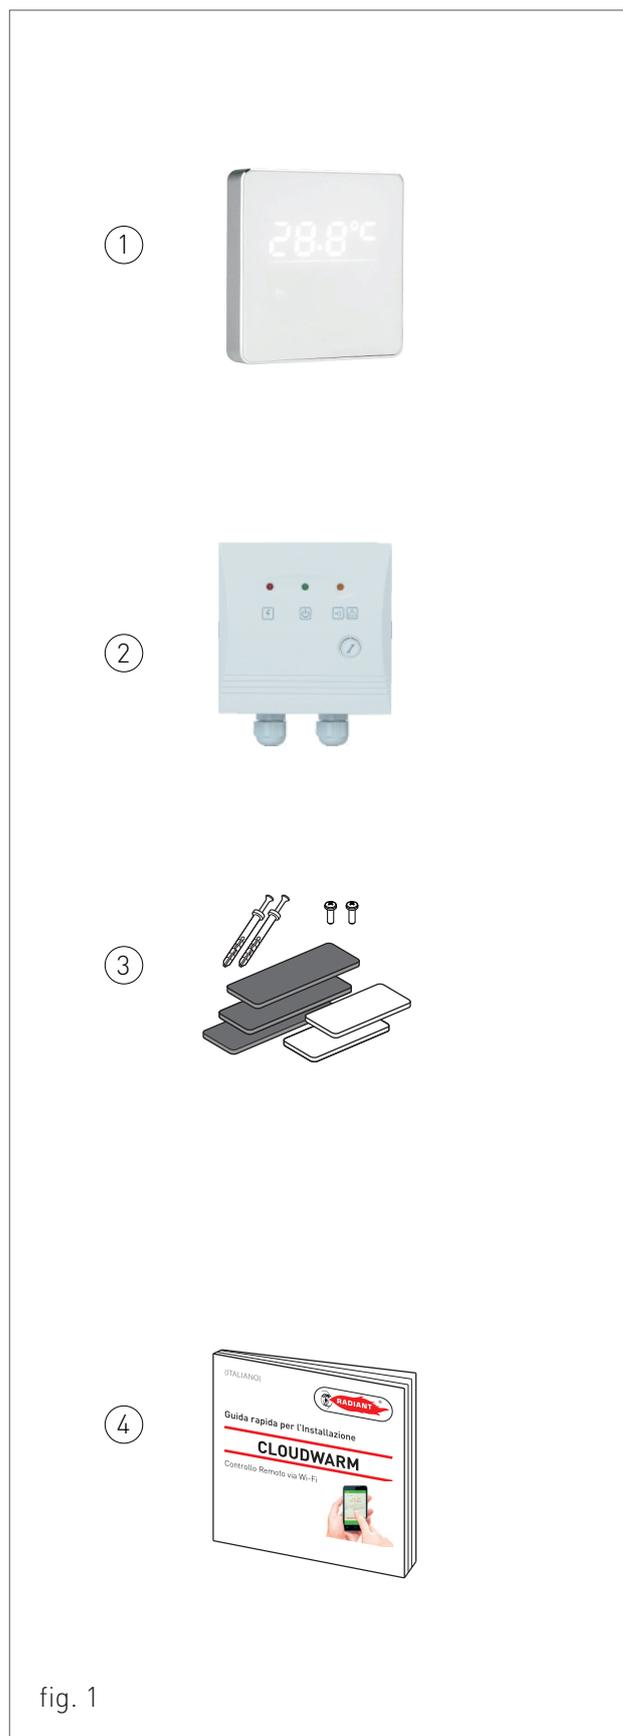

fig. 1
1. TRASMETTITORE (1 - fig.1).
2. RICEVITORE (2 - fig.1).
3. ACCESSORI PER IL FISSAGGIO (3 - fig.1): 2 fischer con viti; 2 adesivi magnetici; 2 biadesivi; 2 viti per il fissaggio del Trasmettitore.
4. MANUALE (4 - fig.1).